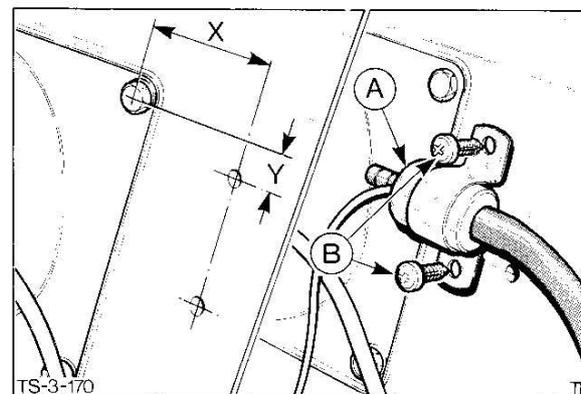

Abb.2 Bohrung markieren
- o Position des oberen Befestigungsloches markieren, Abb.2. Magnetventil mit der oberen Bohrung an der Markierung anhalten und Position des unteren Befestigungsloches markieren.